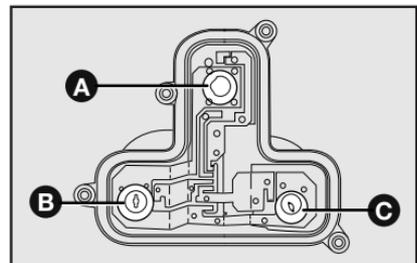

fig. 47
4) quite las lámparas empujándolas levemente y girándolas hacia la derecha **fig. 47**.
- **A-fig. 47** para las luces de los frenos (stop);
- **C-fig. 47** para las luces de giro;
- **B-fig. 47** para las luces de marcha atrás;
- **A-fig. 47** para las luces de posición.